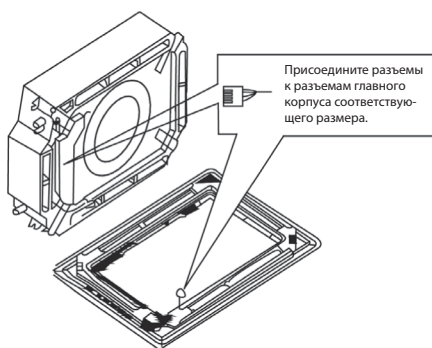

Рис. 11
9. Подключите двигатель качающихся жалюзи, как показано на Рис. 11.